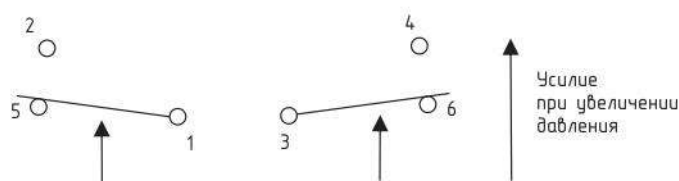

Рисунок 2 – Диаграмма срабатывания реле давления РДф-2
1.3.3.2 При снижении давления и достижении предела $P_{уст.}-P_{диф.}$ происходит переключение однополюсного механического контакта, контакты 1 и 2 и/или контакты 3 и 4 размыкаются, а контакты 1 и 5 и/или контакты 3 и 6 – замыкаются (смотри рисунок 2).